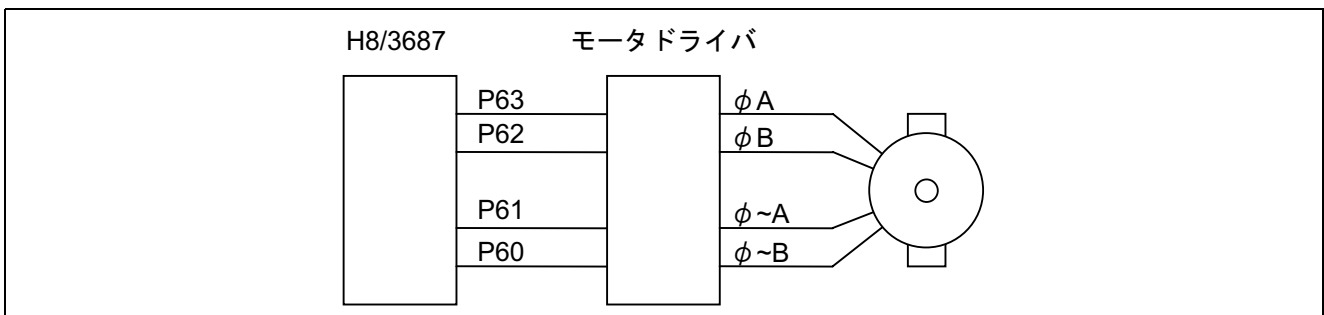

図1 2相ステッピングモータ制御の接続図
- 2 相ステッピングモータ制御の接続図を図 1 に示します。